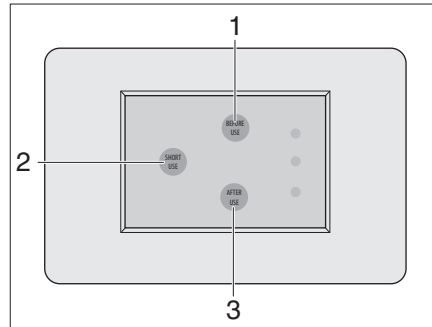

Bild 388 Panel Zerhackertoilette
- Short-Use-Taste (Bild 388,2) drücken.
- Vor dem Toilettengang die Before-Use-Taste (Bild 388,1) drücken.
- Nach dem Toilettengang die After-Use-Taste (Bild 388,3) drücken.